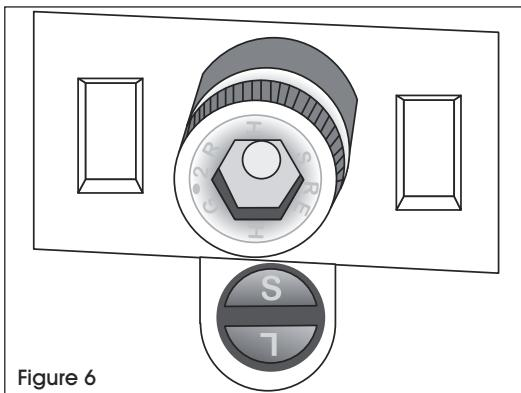

Figure 6
**REMARQUE :** Si vous utilisez des agrafes de 19 mm (3/4 po) orientez la lettre L vers le haut. (Voir Figure 6)
**REMARQUE :** Si vous utilisez des agrafes de 16 mm (5/8 po) orientez la lettre S vers le haut. (Voir Figure 6)